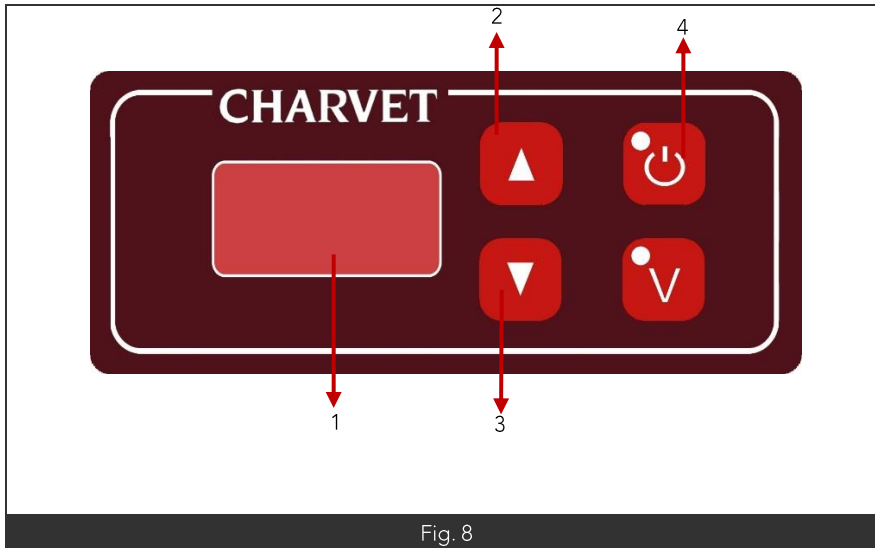

Fig. 8
- Appuyer sur le bouton marche de l'étuve (Fig8 Rep4)
- Sélectionner la température désirée (Fig8 Rep2 pour augmenter ou Rep3 pour diminuer).
- Pour éteindre l'étuve appuyer de nouveau sur le bouton arrêt (Fig8 Rep4).